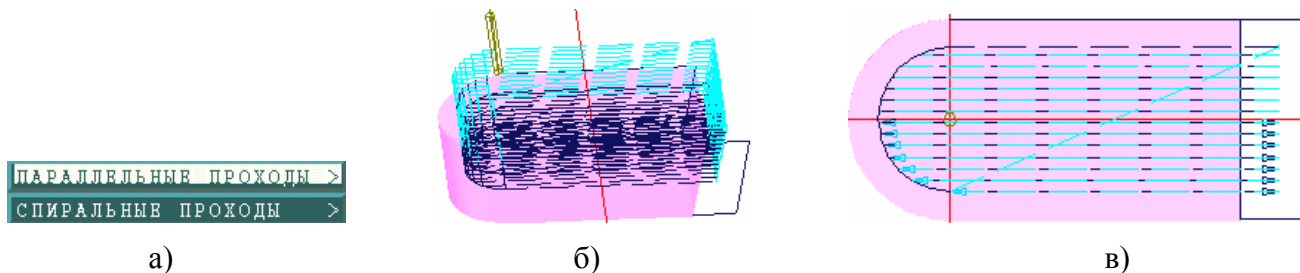

Рисунок 39 – Обновление процедуры колодец
2.5.4.3. Появляется меню с двумя опциями (рисунок 39а), наводим подсвечивающийся курсор на пункт меню под названием **ПАРАЛЛЕЛЬНЫЕ ПРОХОДЫ** и снова нажимаем кнопку **<PICK>**, после чего содержание меню немного изменится (рисунок 41).
2.5.4.6. Попадаем в меню управления траекторией (рисунок 25), где выполняем стандартные действия, описанные ранее. Изображение колодца изменится (рисунок 39б).